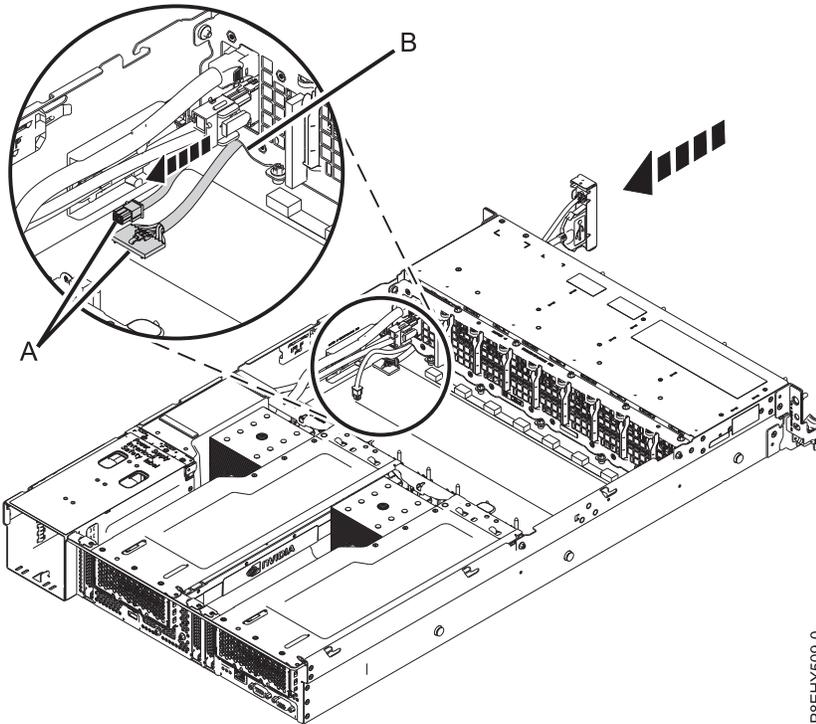

図 5. ディスク・ドライブおよびファン・カードの下にケーブルを配線する
注: 前面 USB ケーブルと電源スイッチ・ケーブル (A) はいずれも、ディスク・ドライブおよびファン・カードのくぼんだ場所 (B) を通す必要があります。このくぼんだ場所を通さないと、これらのケーブルは挟まれて損傷するおそれがあります。 14 ページの図 5 を参照してください。